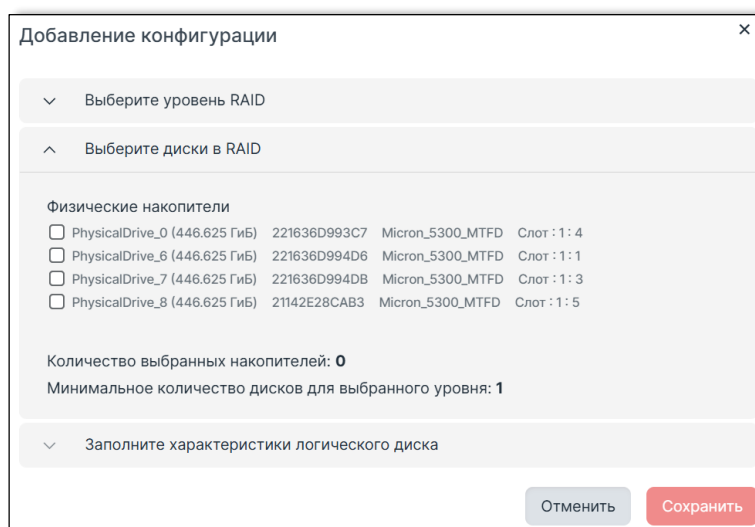

Рисунок 38. Выбор дисков в RAID для массива
3. Отметьте физические накопители, которые войдут в массив (Рисунок 38).